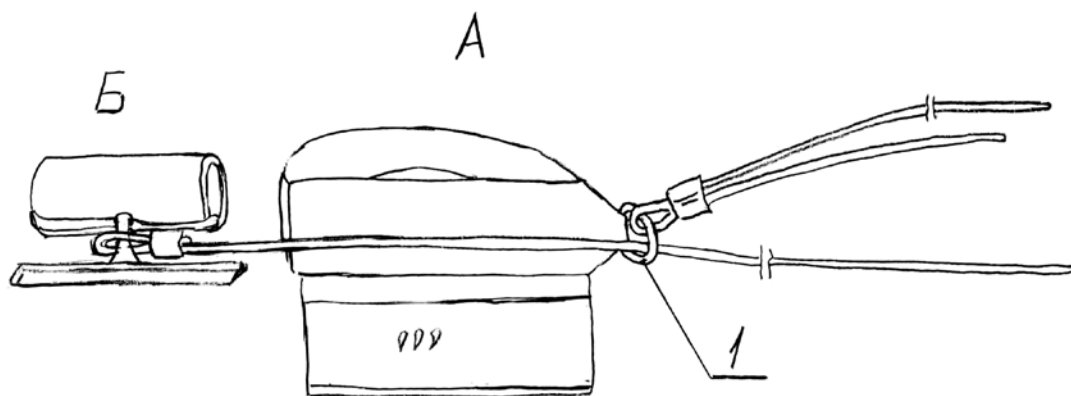

Рис. 11. Звено отсоединения (А) и звено аварийного раскрытия (резервный релиз) (Б).
2.5.13. Звено отсоединения предназначено для отсоединения свободных концов подвесной системы ОП при отказе в работе парашютной системы и в случае необходимости. Звено (рис. 11) состоит из основы звена - полужесткого кольца, имеющего форму, удобную для захвата рукой, и двух тросов (длиной 400 и 1000мм), прикрепленных кольцом к основе. Кольцо также используется для пропуска троса звена аварийного раскрытия (резервного релиза). Такая конструкция обеспечивает необходимое отделение СП с отцепкой ОП перед введением в работу запасного парашюта.
2.5.14. Звено аварийного раскрытия (резервный релиз) предназначено для аварийного раскрытия КЗУ СП и отсоединения стабилизирующего парашюта. Звено (рис. 11) идентично звену раскрытия, но длина троса, который замыкает петлю КЗУ стабилизирующего парашюта, - 1250мм. Использование резервного релиза позволяет отсоединить СП, не отсоединённый ранее звеном раскрытия (основным релизом).